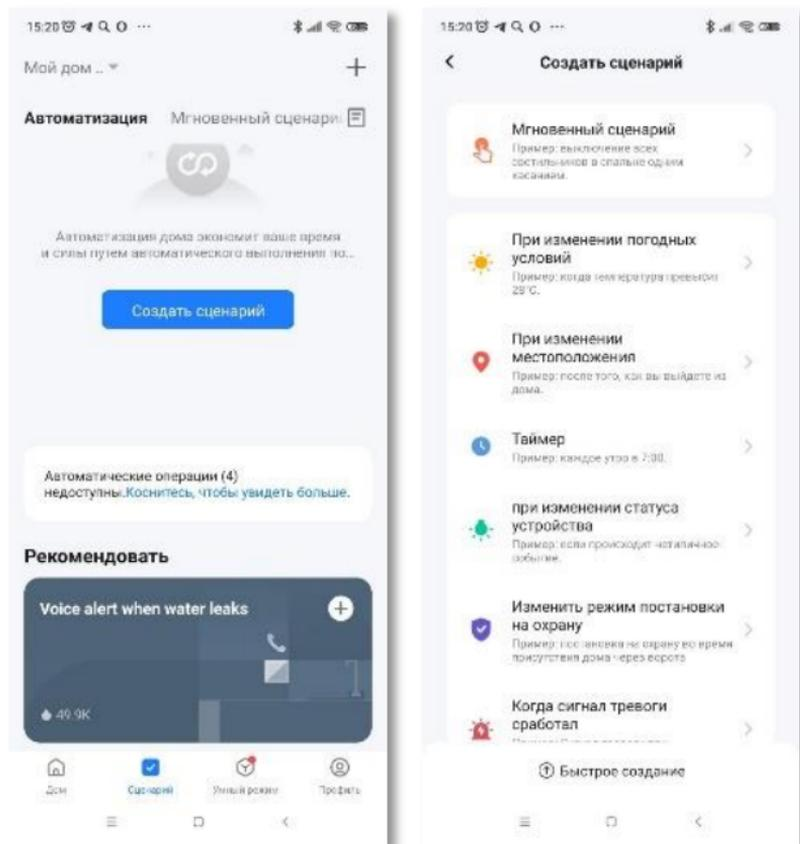

Рисунок 10. Создание сценария автоматизации
- 1) На вкладке «Сценарии» приложения Smart Life нажмите кнопку «Создать сценарий» (рис. 10).
- 2) В появившемся окне типа сценария выберите пункт «При изменении статуса устройства» (рис. 10).